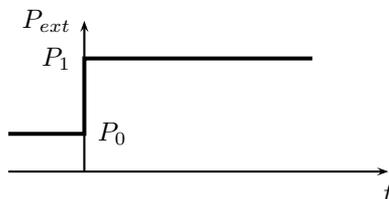

FIG. 1 – Échelon de pression
7. À partir du même état initial, on ajoute brutalement l'intégralité de la masse M ; on fait alors l'hypothèse que la pression extérieure exercée sur le piston varie suivant une fonction échelon (voir la figure 1). Exprimer la variation d'énergie interne, le travail W et le flux thermique Q reçus par le gaz lors de cette transformation, en fonction de T_0 , P_0 et P_1 .